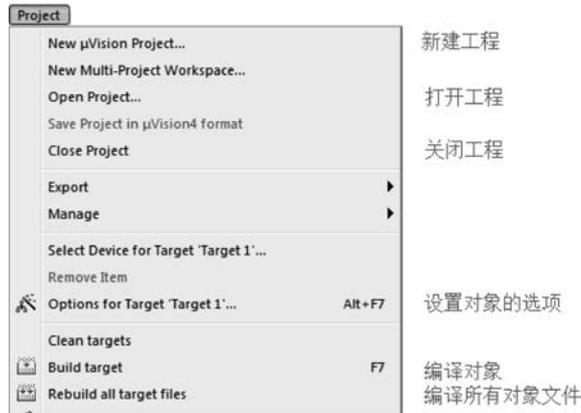

图 3.4 Project 菜单包含的菜单命令
(3) Project 菜单。Project 菜单包含的菜单命令如图 3.4 所示。